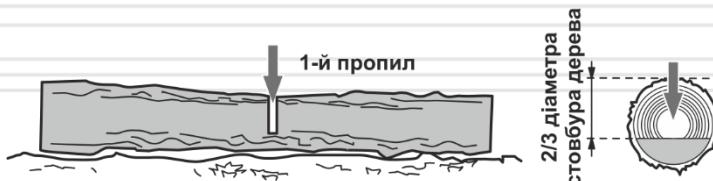

Рисунок 12 Розпилювання колоди.
1. Перший розпил зробіть зверху вниз на 2/3 діаметра стовбуру дерева (1, рис. 12).